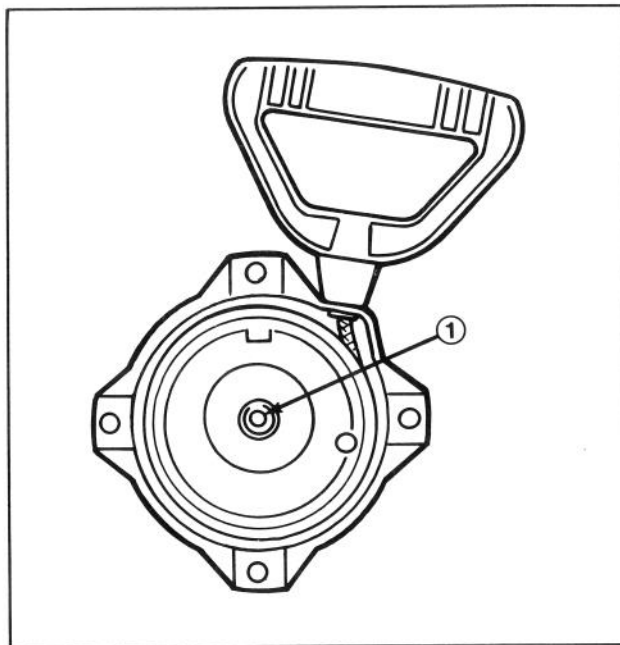

Figure 2
**INSTALLATION DE L'ALTERNATEUR (figures 2 à 4)**
1. Enlevez les quatre (4) vis ou écrous (selon le modèle de déneigeuse) qui fixent l'ensemble démarreur à corde sur le carter de la soufflante. Prenez note de la position de la poignée du démarreur afin de vous en rappeler au moment du remontage.
2. Si le carter de l'ensemble démarreur à corde comporte un obturateur central (figure 2), enlevez celui-ci en le poussant par l'arrière, puis passez à l'étape 4; sinon, passez à l'étape 3.